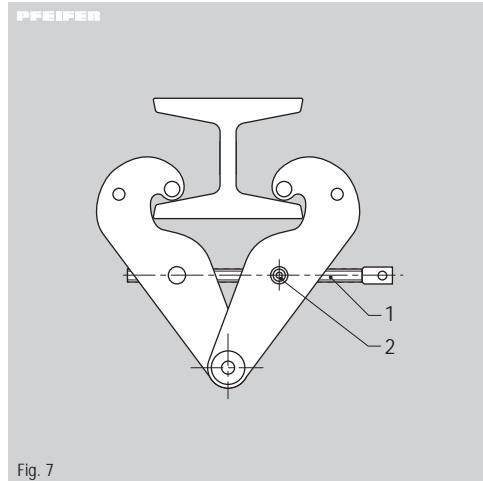

Fig. 7
1. À l'aide d'une clé à six pans, desserrez la vis de blocage (2) éventuellement présente (Fig. 7).
2. Au moyen du manche de vissage (1), écartez les bras de manière à pouvoir accrocher la pince à poutre sur la poutre (Fig. 7).
3. Au moyen du manche de vissage (1), resserrez légèrement les bras de la pince à poutre contre la poutre.
4. Empêchez la vis (1) de se desserrer en resserrant la vis de blocage éventuellement présente (2) (Fig. 7).